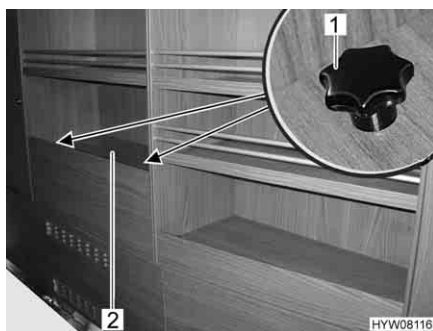

Fig. 193 Copertura del filtro di lanugine
- Svitare le viti a testa cilindrica zigrinata (Fig. 193,1).
- Rimuovere la copertura (Fig. 193,2).